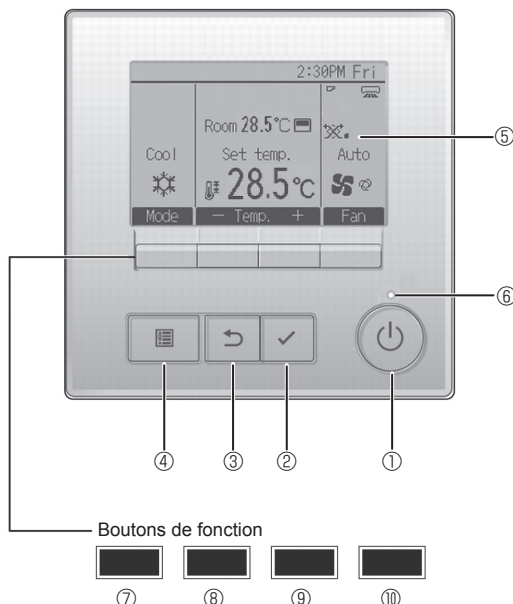

Fig. 7-2
7.3.1. Utilisation de la télécommande filaire (Fig. 7-2)
① Bouton [MARCHE/ARRÊT]